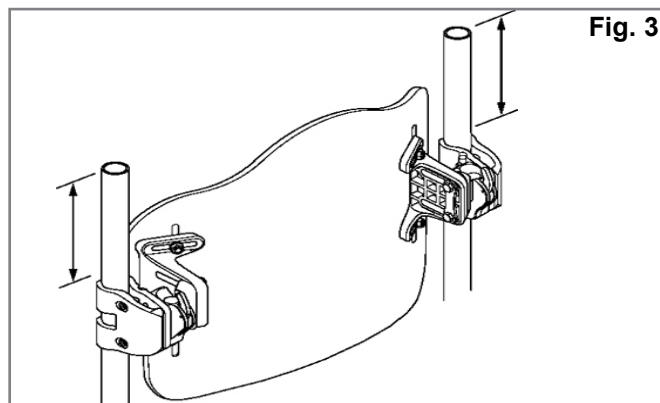
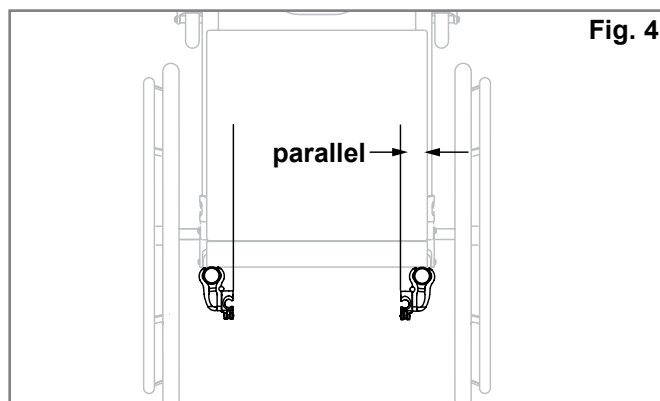

Fig. 3
Fig. 4
Instructies montage bevestigingsmateriaal (Fig. 3, 4, 5)
2. Kijk op welke hoogte de beugels op de rugbuizen van de rolstoel gemonteerd moeten worden. De geïnstalleerde bevestigingsmaterialen moeten ongeveer op gelijke hoogte bevestigd worden op beide buizen aan de achterzijde (Fig. 3) en parallel aan het frame van de zitting (Fig. 4). Een hogere plaats op de rugbuizen is doorgaans beter.